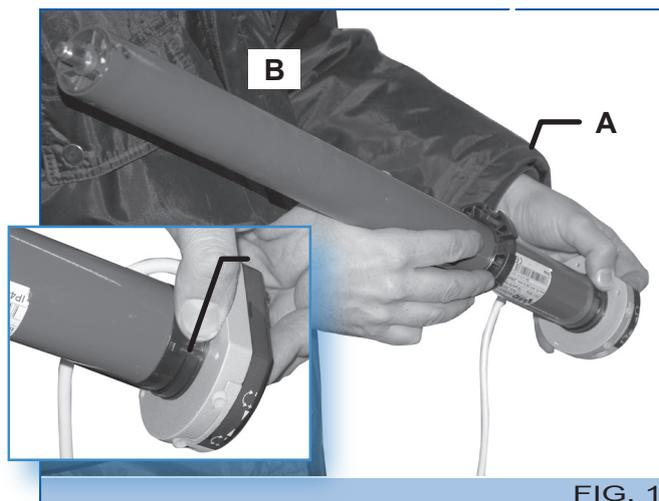

FIG. 1
- 1º Introducir la corona (A - Fig. 1) en el tubo, en el lado del motor.
- 2º Girar despacio la corona hasta que coincidan los alojamientos de encaje correspondientes de corona-motor (ej. B - Fig. 1); se debe oír un clic.